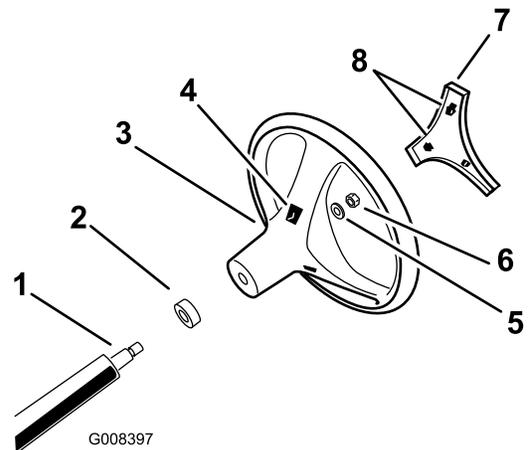

Bild 3
4. Befestigen Sie das Lenkrad mit der Mutter an der Welle (Bild 3). Ziehen Sie die Mutter auf 24-29 Nm an.